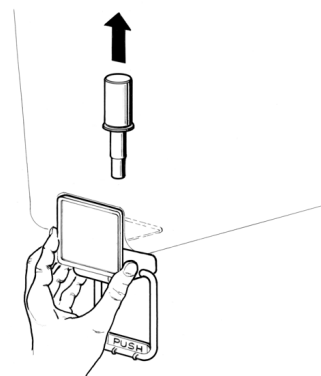

figura 4
- 6 **Rubinetto a gravità:** sfilare il pistone e quindi smontare la leva comando rubinetto (vedere figura 4).